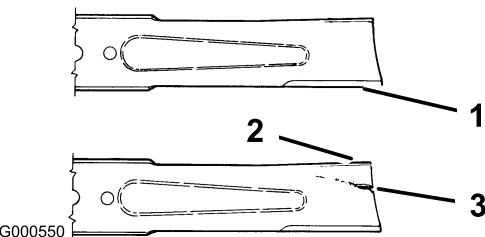

Figure 35
2. Inspectez les tranchants de la lame (Figure 35). Si elle n'est pas tranchante ou si elle présente des indentations, déposez et aiguisez la lame (voir Aiguisage de la lame).
3. Inspectez la lame, surtout la partie incurvée (Figure 35). Remplacez immédiatement toute lame endommagée, usée ou qui présente une entaille (Figure 35).